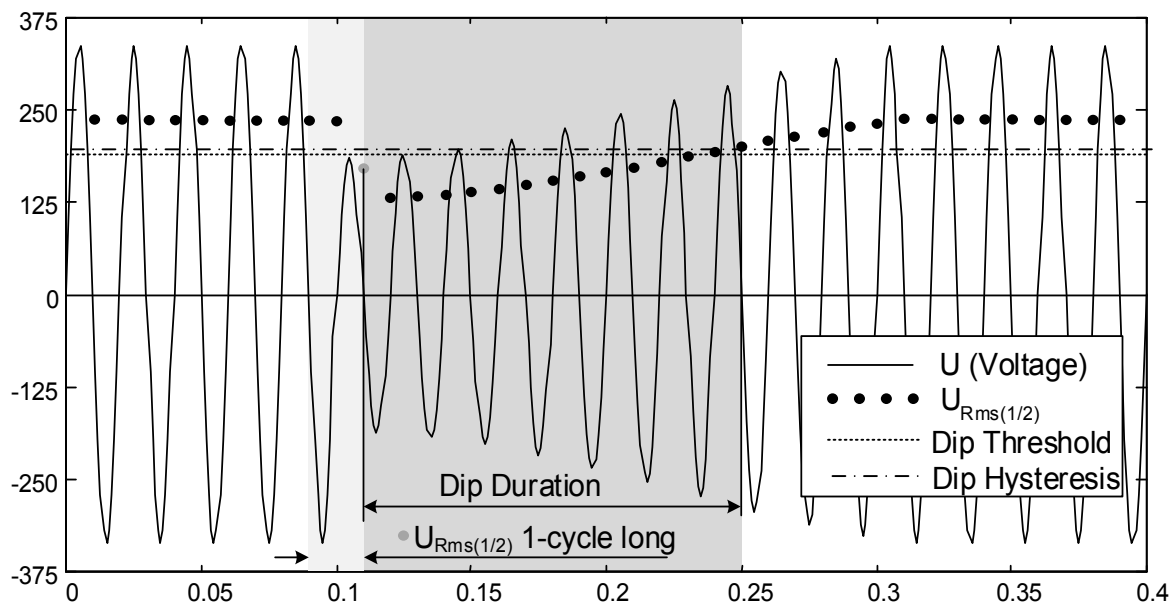
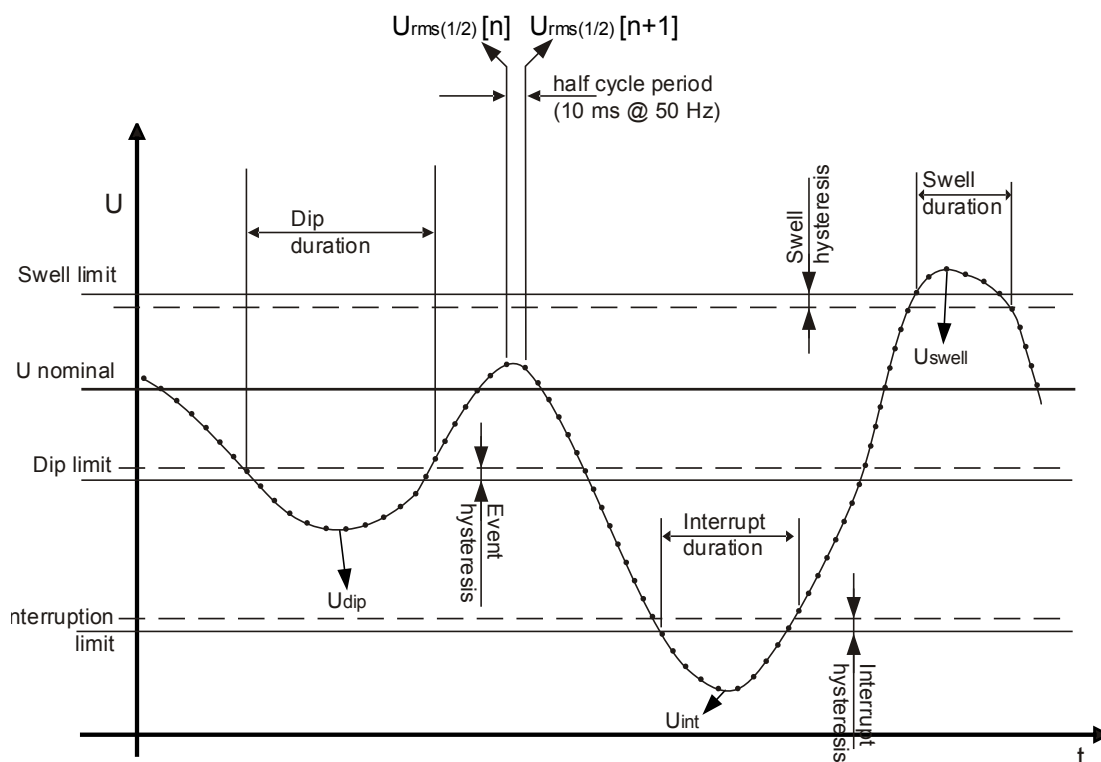

Figura 5.9: Medida de 1 ciclo de $U_{Rms(1/2)}$
Figura 5.10: Definición de los eventos de tensión
- En sistemas monofásicos (Tipo de conexión: 1W), una caída de tensión empieza cuando la tensión $U_{Rms(1/2)}$ cae por debajo del umbral de caída de tensión y termina cuando la tensión $U_{Rms(1/2)}$ es igual o superior al umbral más la tensión de histéresis (vea Figura 5.10 y Figura 5.9),
- En sistemas monofásicos (Tipo de conexión: 1W), una sobretensión empieza cuando la tensión $U_{Rms(1/2)}$ sube por encima del umbral de sobretensión y termina cuando la tensión de $U_{Rms(1/2)}$ es igual o inferior al umbral más la tensión de histéresis (vea Figura 5.10 y Figura 5.9).
- En sistemas monofásicos (1W), una interrupción de tensión empieza cuando la tensión $U_{Rms(1/2)}$ cae por debajo del umbral de caída de tensión y termina cuando la tensión de $U_{Rms(1/2)}$ es igual o superior al umbral más la histéresis (vea *Figura 5.10* y *Figura 5.9*),